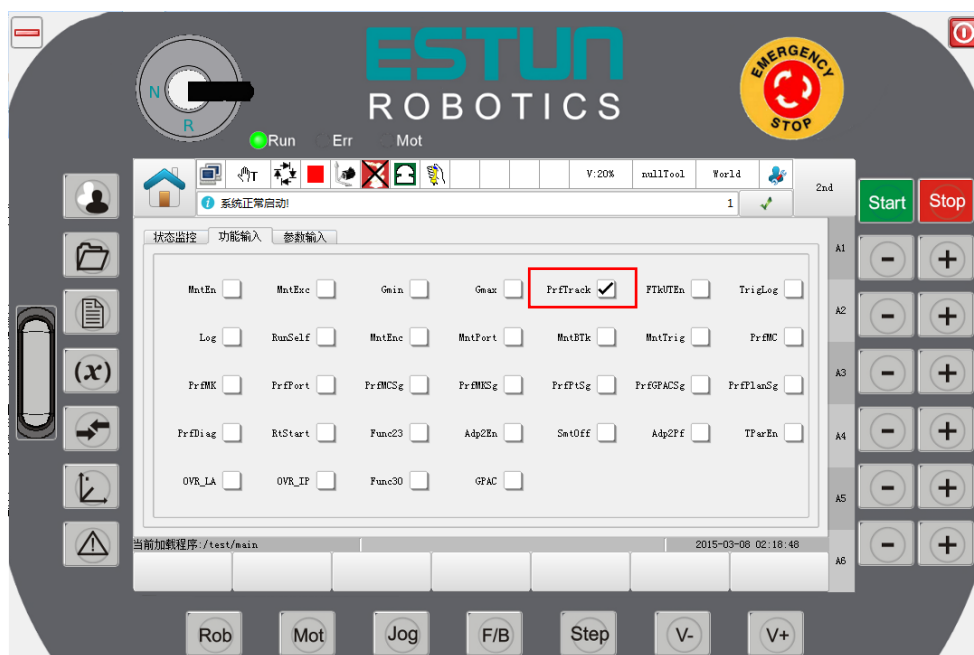

图 7-2
**操作方法：**点击【内核诊断-功能输入】，勾选【PrfTrack】，如图 7-2 所示。